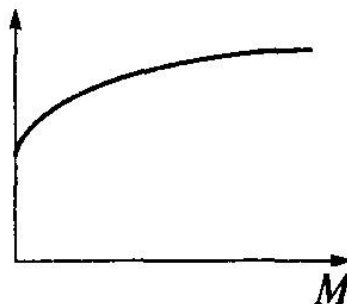

Рис. 2
7. На рис. 2 показана механическая характеристика двигателя постоянного тока. Какой параметр должен быть отложен на оси ординат?